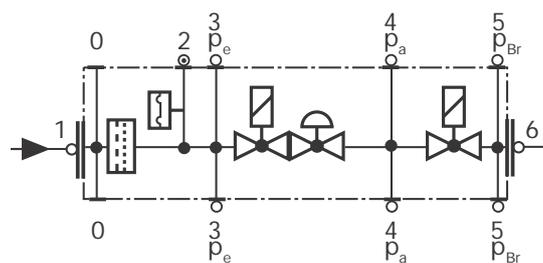
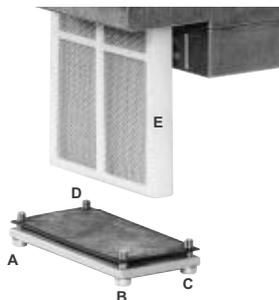

Fig. 47
Fig. 48
- Pulire o sostituire il filtro se la differenza di pressione fra i punti 1 e 2 (Fig. 47-Fig. 48) $\Delta p > 10$ mbar.